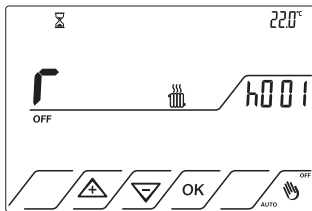

Fig.48
13.5 Tenere premuto il tasto OK per almeno 3 secondi. Lampeggia il contatore dell' ora 0 01. Fig.48